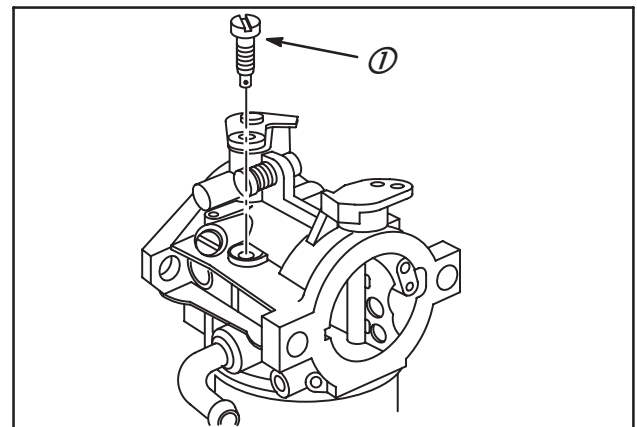

Fig. 102
À l'aide d'un tournevis à lame plate, déposer le gicleur de ralenti en laiton (1), Fig. 102.
Visser le gicleur de ralenti en butée, Fig. 102.